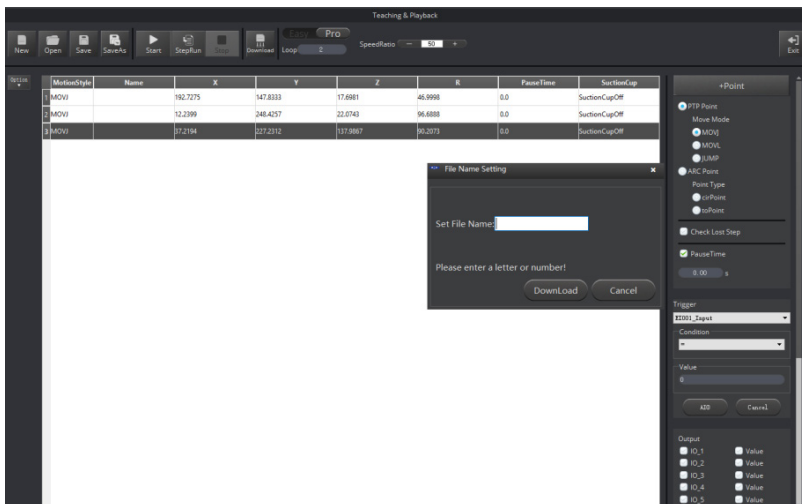

Figura 73: Barra do processo no final da página DobotStudio
3. Clique OK. A caixa de diálogo Name é exibida, insira o nome dos pontos de salvamento de download, e clique em Download, como mostrado na Figura 73.